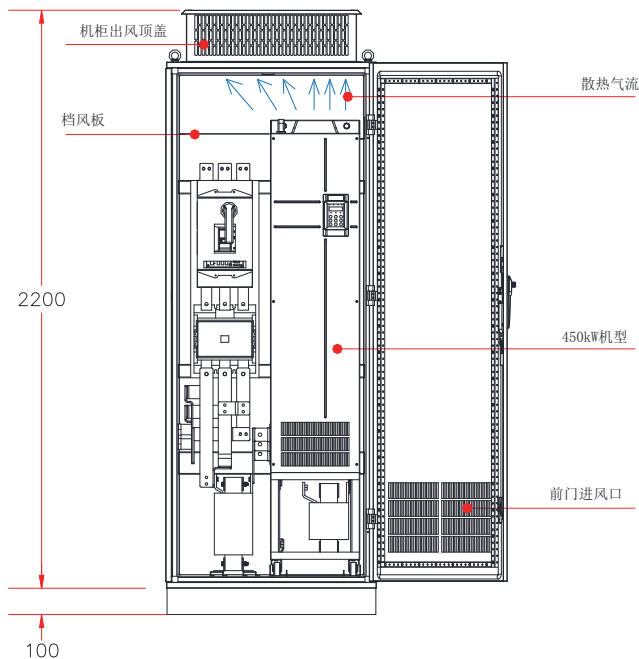
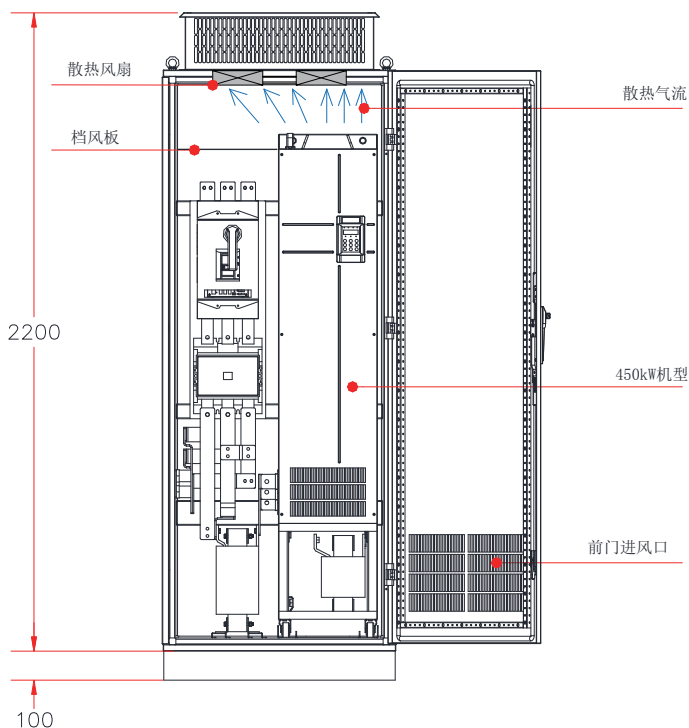

图 3-11 直排风机柜示意图
图 3-12 顶部风扇抽风机柜示意图 ( 机柜顶部带抽风风扇)
- 安装空间要求如图 3-3 所示，需要保证变频器有足够的散热器空间，预留空间时请考虑柜内其它器件的散热情况，如图 3-11、图 3-12；